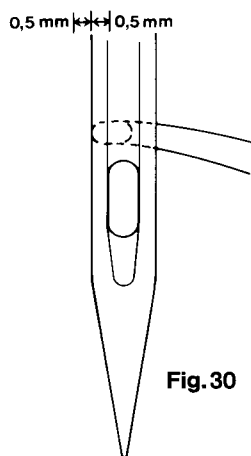

Fig. 30
- Tourner le volant jusqu'à ce que l'aiguille monte et que la pointe du crochet le bord gauche de l'aiguille (fig. 30).
- Contrôler la position du crochet et de l'aiguille (fig. 30). En cas de réglage correct, la diode-témoin verte s'allume (fig. 30d).
Maintenant, la pointe du crochet doit affleurer exactement le bord gauche de l'aiguille (fig. 30). Tolérance $\pm 0,5$ mm.